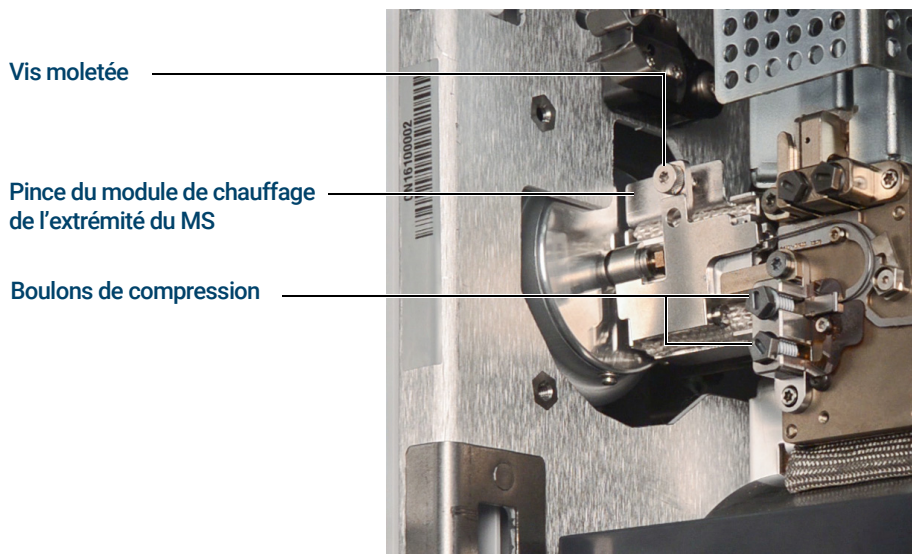

Figure 13. Pince du module de chauffage de l'extrémité du MS fermée
- 9 À l'aide du générateur de couple Intuvo, retirer le boulon de compression qui maintient le raccord autobloquant du bus de l'extrémité du GC/MS 9000. Retirer également le boulon du raccord du bus vide. (Voir **Figure 13**.)